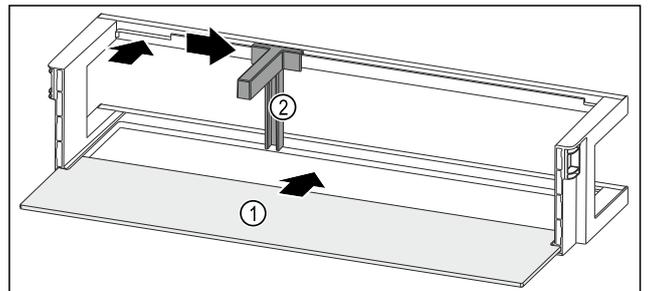

Fig. 148 带搁板的门边存放架
- ▶ 将搁板 Fig. 148 (1)推入侧面凹槽。
- ▶ 将瓶托 Fig. 148 (2)装入槽中。
- ▶ 将瓶托 Fig. 148 (2)推至一侧的所需位置。